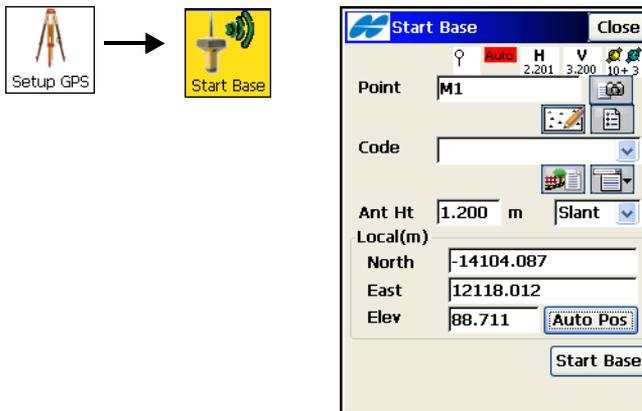

Abbildung 8-5. Starten der Basis
- Wählen Sie **GPS einricht.** ▶ **Start Basis**. Nehmen Sie im Fenster *Start Basis* folgende Einstellungen vor und tippen Sie auf **Start Basis**, um die Koordinaten zum Empfänger zu übertragen (Abbildung 8-5):